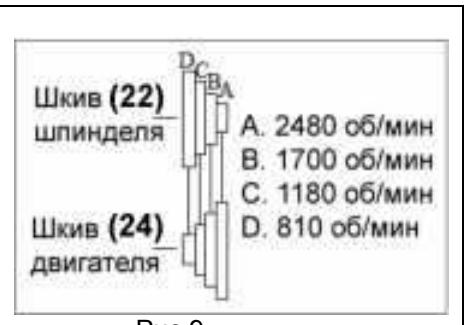

Рис.9
9.2.2. Ослабьте натяжение ремня привода (23) и затем измените частоту вращения шпинделя, переустановив приводной ремень (23) в нужную позицию (См. диаграмму скоростей на Рис.9). В таблице 3 приведены рекомендации соответствия операции обработки заготовки частоте вращения шпинделя машины.